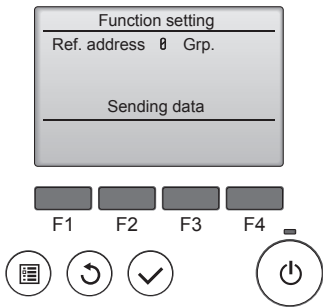

Fig. 6-15
- ⑤ (Fig. 6-15)
- ① Переход в режим выбора функции